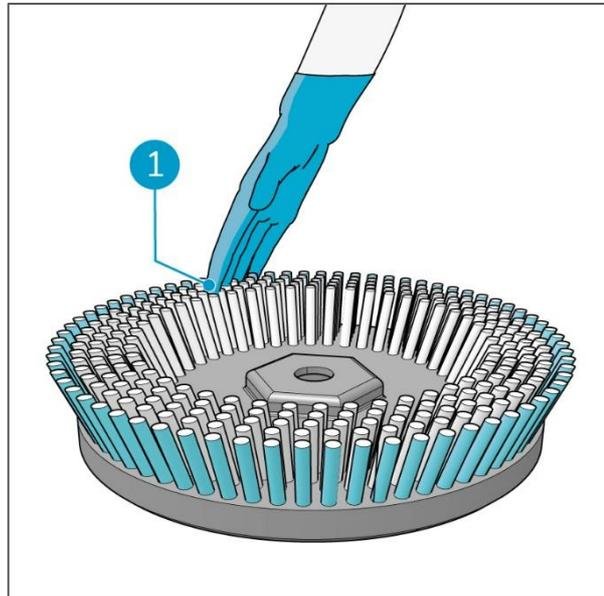

Abbildung 43
3. Entfernen Sie alle Verunreinigungen an beiden Bürstenscheiben vorsichtig von Hand (Abbildung 43, Pos. 1).